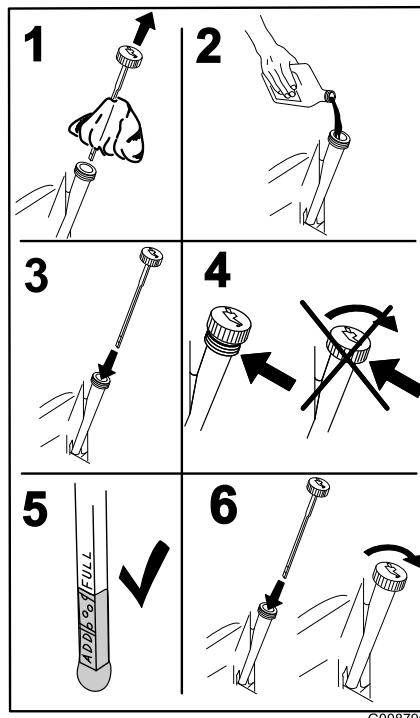

Figura 52
5. Vierta lentamente un 80% aproximadamente del aceite especificado por el tubo de llenado, luego añada lentamente el resto del aceite hasta que llegue a la marca **Full** (Figura 52).